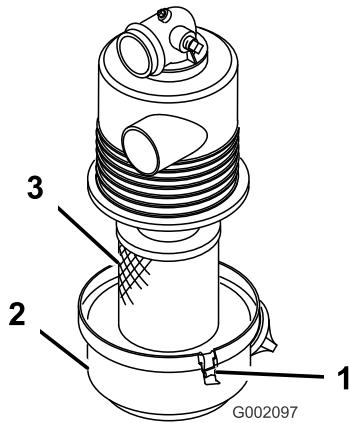

Figura 33
3. Rilasciate i fermi che fissano il coperchio del filtro dell'aria al relativo corpo. Staccate il coperchio dal corpo. Pulite la parte interna del coperchio (Figura 33).
4. Estraete con cautela il filtro dal corpo, in modo da ridurre lo spostamento di polvere (Figura 33). Evitate che il filtro colpisca il corpo del filtro dell'aria.